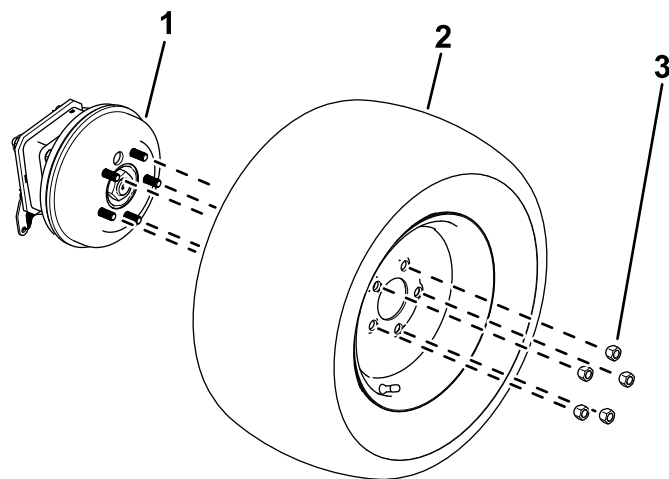

Рисунок 11
- Ослабьте и отверните зажимные гайки колес (Рисунок 11).
- Снимите колеса со ступиц колес (Рисунок 11).
1. Прикрепите колеса к ступицам с помощью ранее снятых зажимных гаек (Рисунок 11).